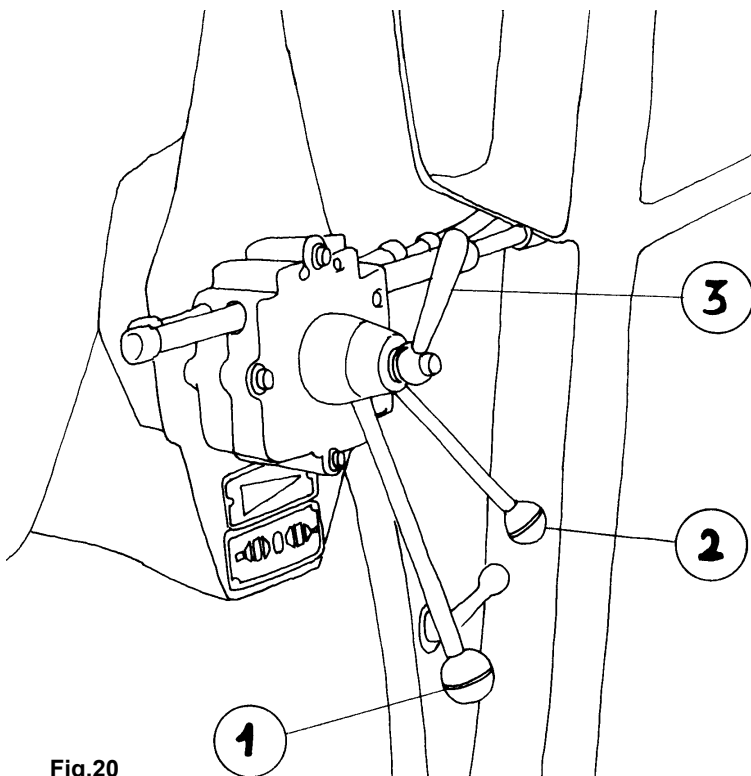

Fig.20
**4.4 PANEL KONTROLNY NA PRZEWODZIE (RYS. 20)**
- a) betoniarka na ciężarówce z urządzeniami kontrolnymi na włączonym przewodzie (Rys. 20)